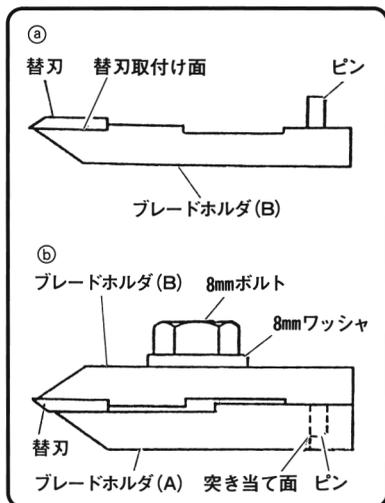

図 18
① ブレードホルダ(A)、(B)の替刃取付け面のゴミなどを布類でよくふき取ります。
② 替刃を図18の④のようにブレードホルダ(B)に合わせます。替刃はブレードホルダ(B)のマグネットにより落ちないようにになっています。
③ ブレードホルダ(B)を図18の⑤のように裏返してブレードホルダ(A)の突き当て面にピンを突き当て、ワッシャ、8mmボルトで固定します。